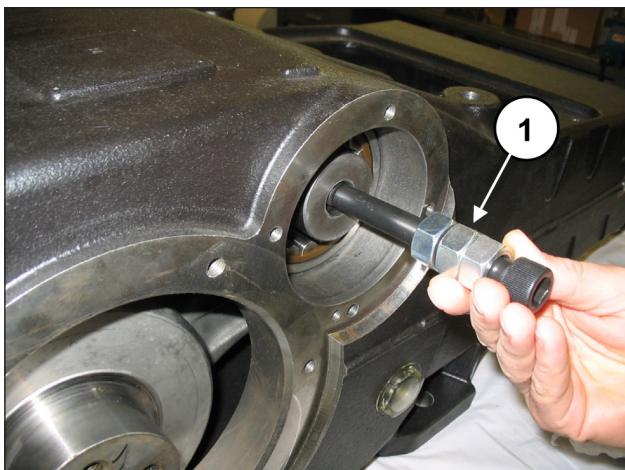

Fig. 56
Pour faciliter l'insertion de l'arbre PTO dans le coussinet, appliquer une vis M16 à l'extrémité de l'arbre dans le but de soulever ce dernier (rep. ①, Fig. 56).